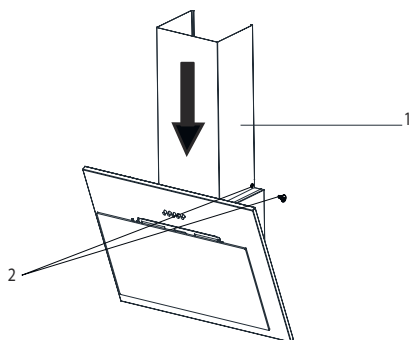

Fig. 9
1. ► Sæt pladearksstudsens på apparatet i pilens retning (Fig. 9).
2. ► Sæt pladearksstudsens på apparatet med 2 skruer (Fig. 9).